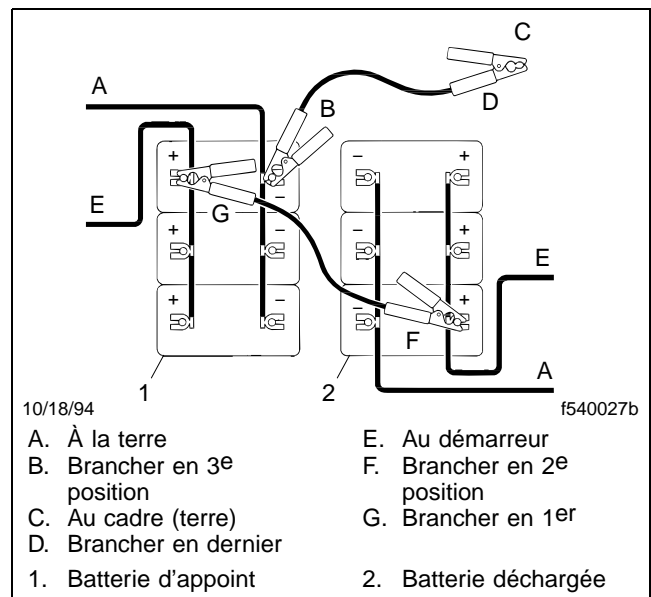

Fig. 13.2, Branchements des câbles de démarrage
2. Connectez une extrémité d'un câble de démarrage à la borne positive de la batterie d'appoint (ou à la borne de démarrage d'appoint, si le véhicule en est muni) et connectez l'autre extrémité du câble à la borne positive de la batterie déchargée (ou à la borne de démarrage d'appoint, si le véhicule en est muni). Reportez-vous à la **figure 13.2**.